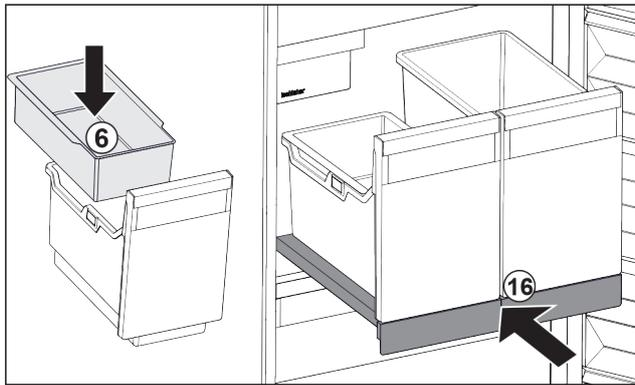

Fig. 58
- ▶ Installer le balconnet Fig. 58 (6) pour glaçons.
- ▶ Rentrer le compartiment coulissant avec le bac (IceTower). Fig. 58 (16)